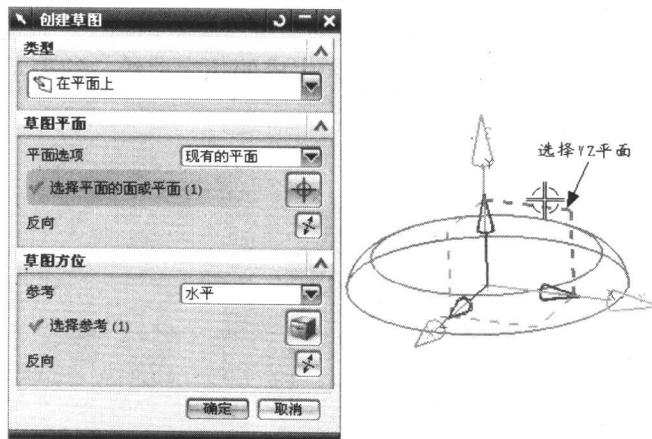

图 1-17
(1) 调用【草图】功能，选择如图 1-17 所示的 YZ 平面作为草图平面。